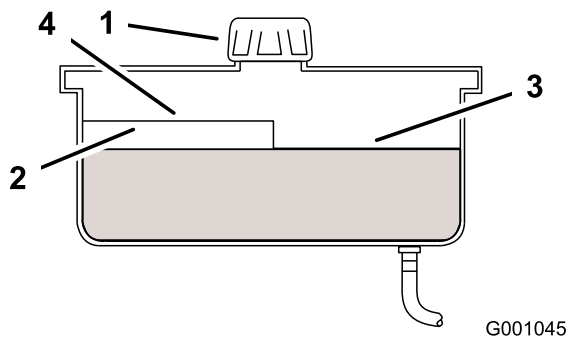

Figura 46
4. Limpie alrededor del cuello de llenado y el tapón del depósito de aceite hidráulico (Figura 46).
5. Retire el tapón del cuello de llenado. Mire dentro para comprobar el nivel de aceite en el depósito. (Figura 46).